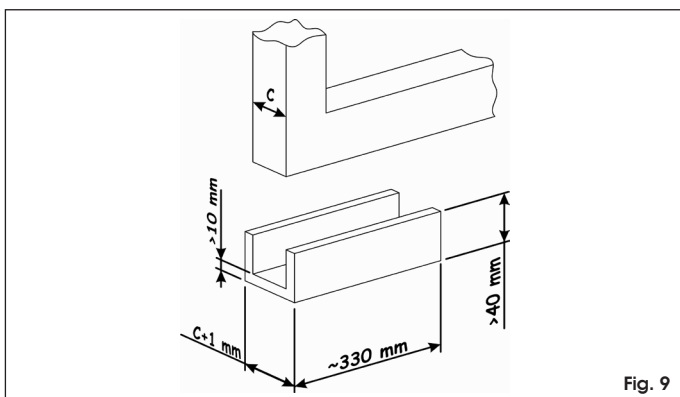

Fig. 9
- se procurer un profil en U correspondant aux dimensions comme indiqué Fig. 9;